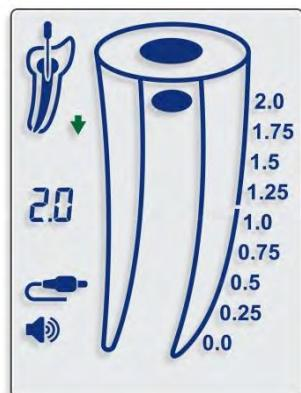

Rys. 5
7.4.10. Ruch pilnika w kanale odzwierciedlażą strzałki DÓŁ (rys. 5) i GÓRA (rys. 6) na ekranie.